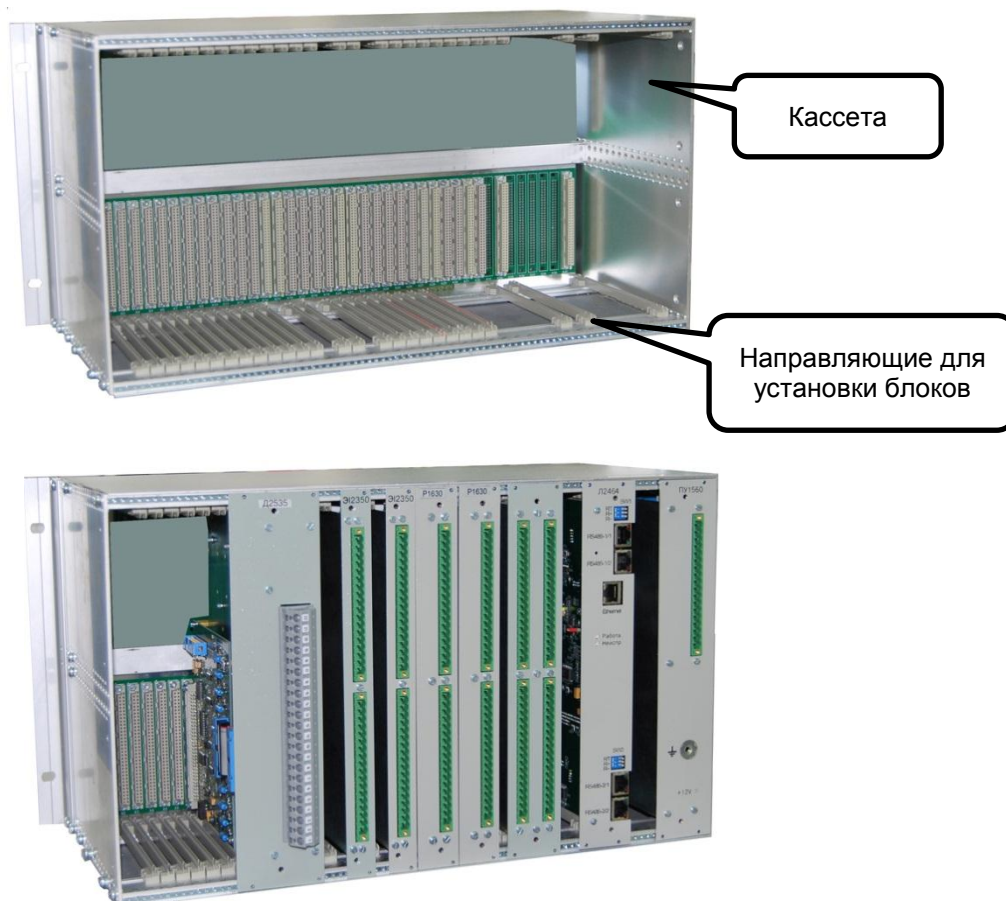

Рисунок 2 – Расположение блоков в кассете
1.3 Конструктивно терминалы серии ЭКРА 200 выполняются в виде набора блоков, объединенных в кассету (см. рисунок 2). В состав терминала серии ЭКРА 200 входят:
Блоки устанавливаются в кассету по направляющим с задней стороны терминала (см. рисунок 2). Блок индикации (лицевая плата с органами индикации и управления) устанавливается с передней стороны терминала. Блок преобразователя и блок связи устанавливаются в блок логики.